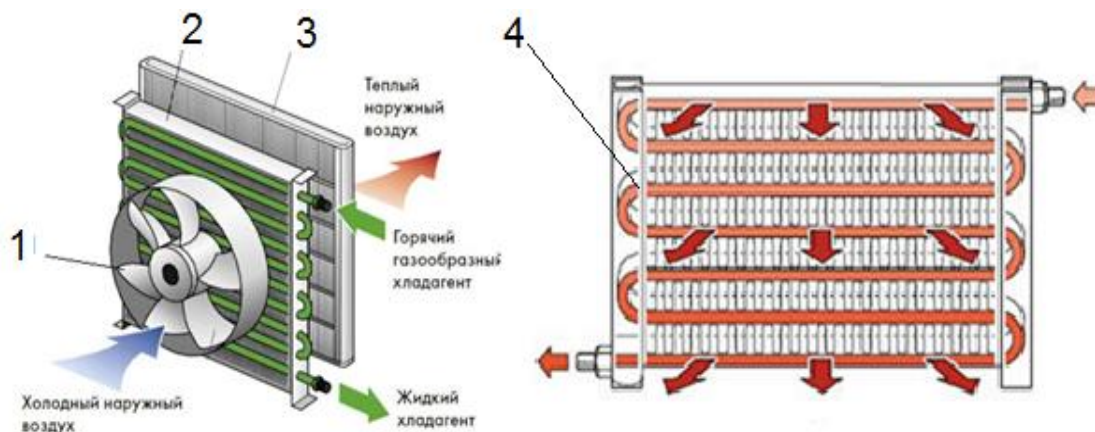

Рис. 3.7. Конденсатор КУ:
**Конденсатор (конденсор)** – теплообменник, установленный обычно в передней части АТС перед радиатором системы охлаждения двигателя (рис. 3.7). Основное назначение конденсора — обеспечивать конденсацию сжатого компрессором газообразного ХА (его температура при сжатии возрастает).